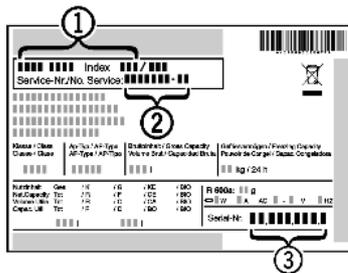

Fig. 60
► Считать обозначение устройства Fig. 60 (1), сервисный номер Fig. 60 (2) и серийный номер Fig. 60 (3) с заводской таблички. Заводская табличка находится внутри устройства слева.